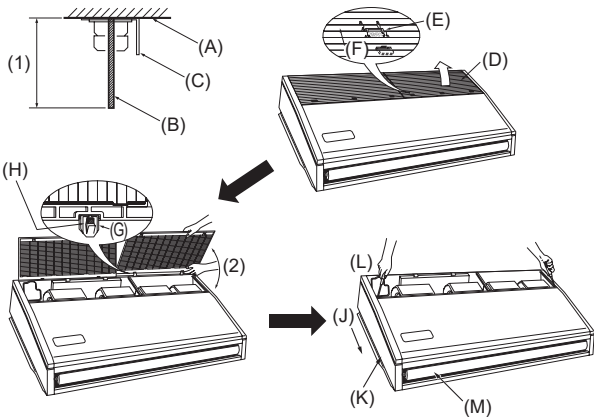

Fig. 3-4
- (D) Utilize espetos de 100 a 150 kg cada
- (E) Utilize parafusos de suspensão de tamanho W3/8 ou M10.
3.2.4. Preparação da unidade interior (Fig. 3-4)